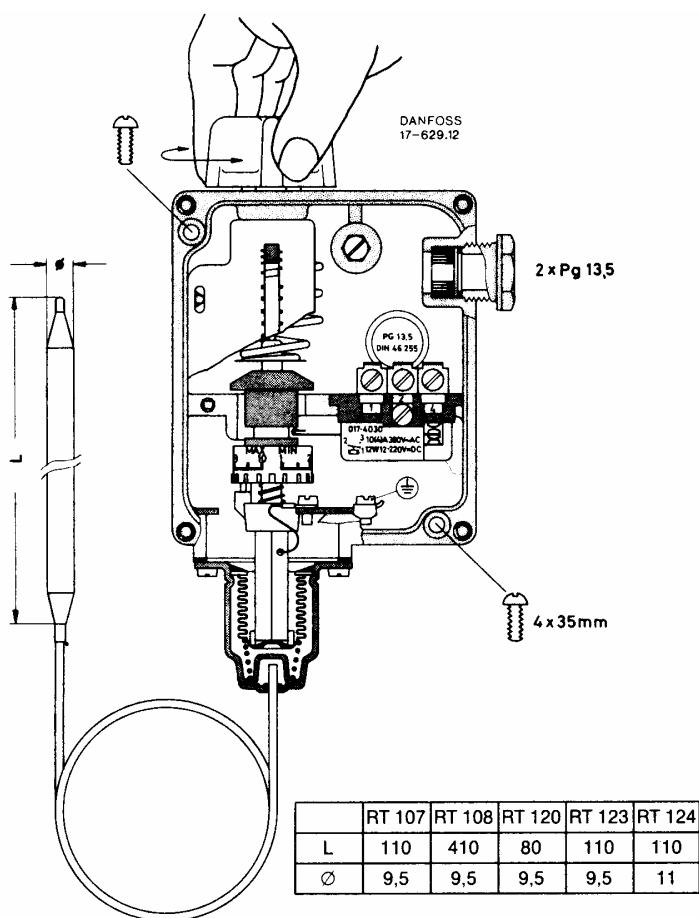

Рис. 5
2.5.2 ТЕРМОСТАТ DANFOSS RT 124 (Рис. 5)
- b. Снять крышку термостата и установить барабан на значении, выбранном для дифференциала (остановка горелки) в соответствии с диаграммой на Рис. 5а. Дифференциал суммируется на значении, зафиксированном в пункте a.
Рис. 5а